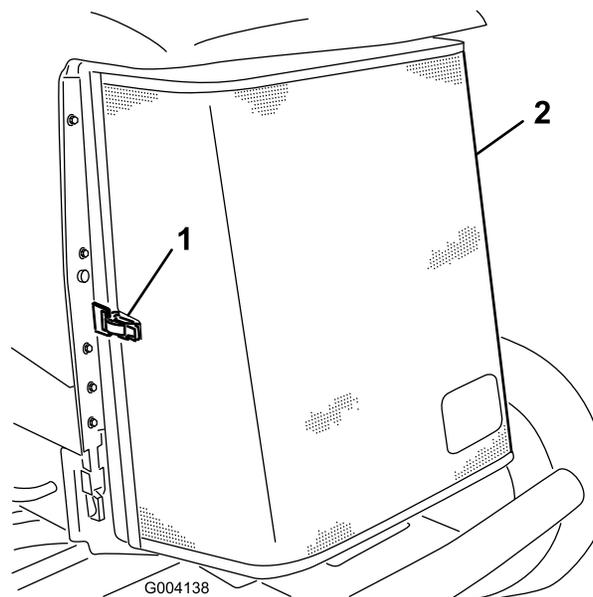

Рисунок 62
3. Откройте защелку и откиньте заднюю решетку (Рисунок 62).